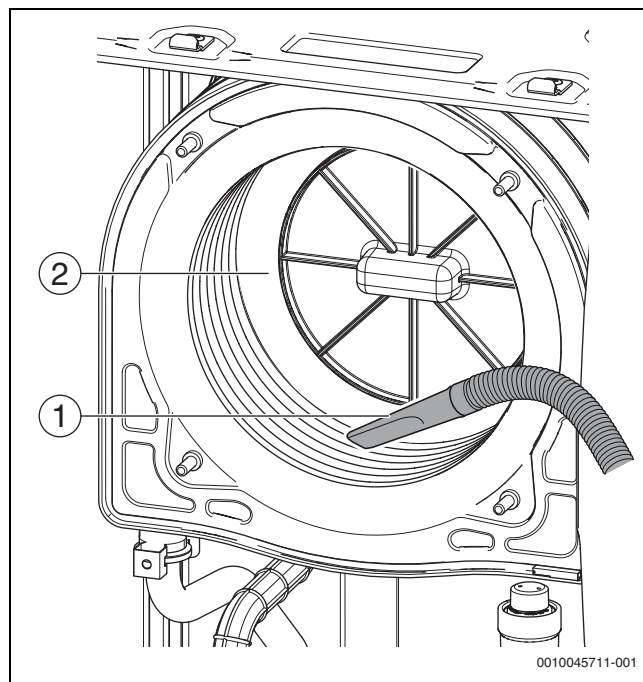

Fig. 24 Proces de aspirare
- ▶ Îndepărtați reziduurile rămase cu un aspirator de praf (→ Fig. 24, pagina 23).